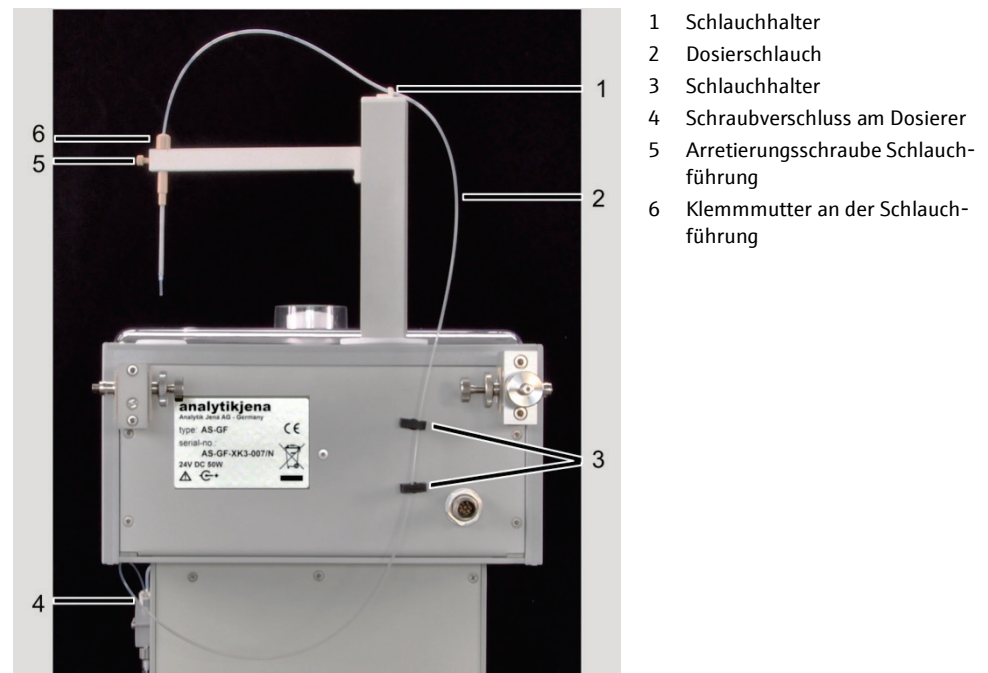

Bild 68 Dosierschlauch am AS-GF
1. Klemmmutter an der Schlauchführung (6 in Bild 68) lockern und Dosierschlauch nach oben herausziehen.
1. Klemmmutter an der Schlauchführung (6 in Bild 68) lockern und Schlauch herausziehen. Schlauch aus den Schlauchhaltern am Probengeberarm und an der Rückseite des Probengebers (1 und 3 in Bild 68) herausnehmen.
2. Schraubverschluss am T-Ventil des Dosierers (4 in Bild 68) lösen.